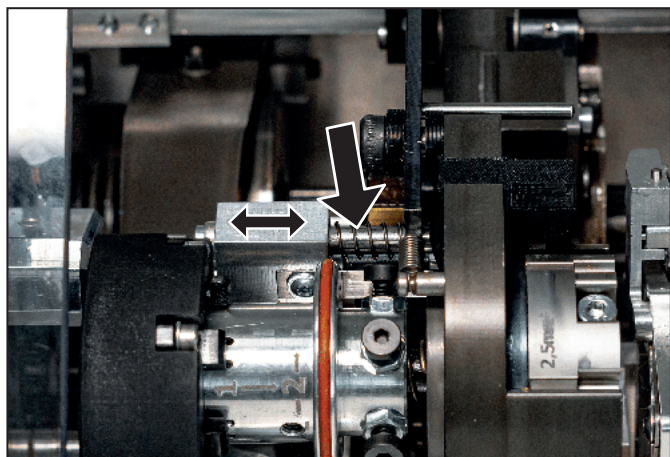

Рисунок 7.5 Смазка держателя разделительного ножа
- ▶ Повернуть держатель разделительного ножа немного вправо, см. Рисунок 7.5.